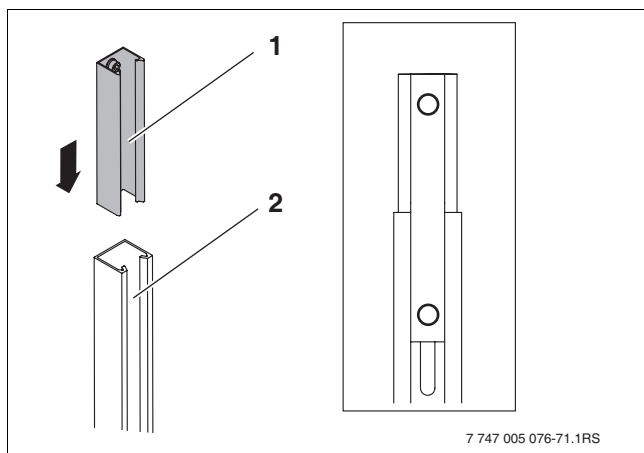

Bild 41 Steckverbinder-TSS in Profilschiene-Kollektor einsetzen
- Steckverbinder-TSS (Bild 41, [1]) in die Profilschiene-Kollektor [2] schieben und mit Schrauben M8x20 und Muttern M8 verschrauben.